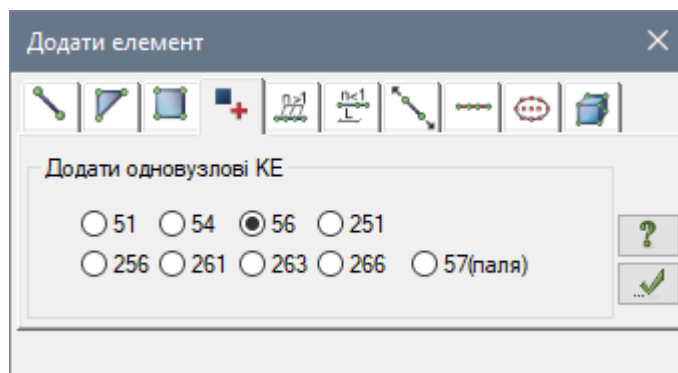

Рис. 11.16. Діалогове вікно **Додати елемент**
- При виділених вузлах фундаментної плити відкрийте діалогове вікно **Додати елемент** (рис. 11.16) на закладці **Додати одновузлові KE**, вибрав команду  – **Додати одновузлові KE** в розкритому списку **Додати елемент** (панель **Створення** на вкладці **Створення та редагування**).